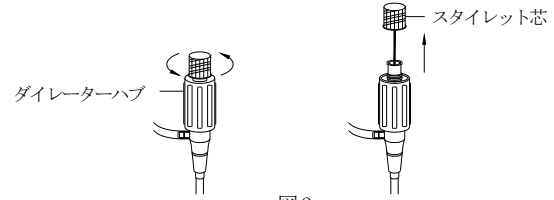

図2
4. 段付ダイレーターにスタイレット芯が装着されている場合は、ダイレーターハブを持ち、スタイレット芯を反時計方向に回して抜く（図2参照）。